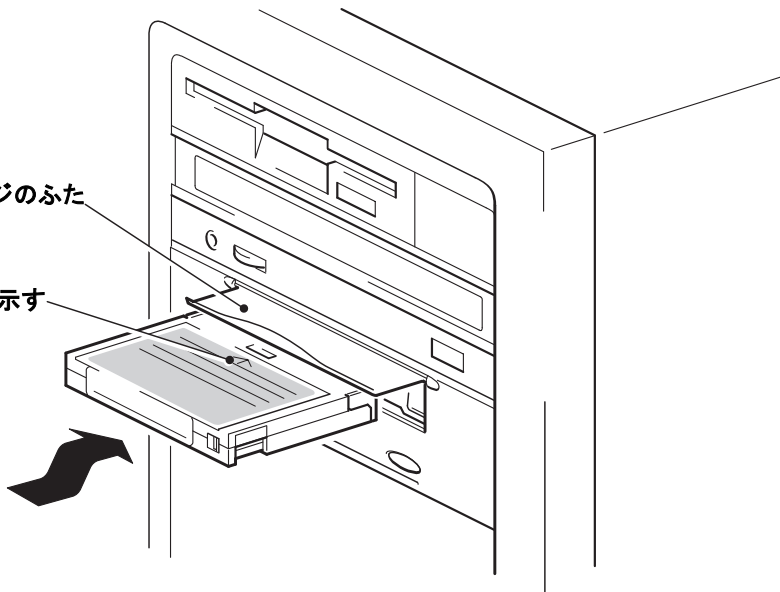

図 10a: カートリッジのロード
- 1 テープ・ドライブの前面にあるカートリッジのふたを上げ、白い矢印がついている面が上に来るようにカートリッジを持ち、ドライブの前面にあるスロットに矢印の方向に挿入します。カートリッジがロードされ始めるまで、静かに押し込みます。（図 10a を参照）。